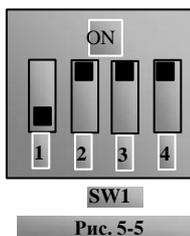

Рис. 5-5
(6) Рядом с управляющим клеммным блоком инвертора мощностью выше 30 кВт имеется кодирующее реле SW1 с красной четырехцифровой кодировкой, см. Рис. 5-5. Функция кодирующего реле заключается в выборе вводимого диапазона (0~5В/0~10В/0~20мА) аналоговых входов AI1 и AI2. При фактической работе выбирайте аналоговый входной канал функцией F203. Значение канала AI1 по умолчанию равно 0~10В, значение канала AI2 по умолчанию равно 0~20мА. Состояния других реле и режим управления скоростью указаны в таблице 5-3.